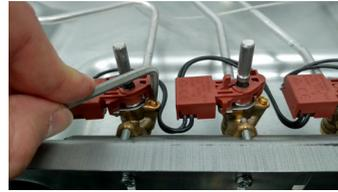

Fig. 2
5. Ajustar el by-pass y fijar la posición de este cuando se obtenga una llama estable y de color azulado, estando el grifo en posición máximo consumo con uso de una llave, como en la fig. 2.